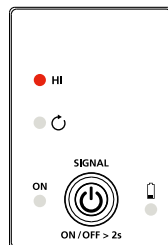

Fig. 3.1d: Senderindikator med signal i HØJ tilstand
3. HØJ signalfunktion aktiveres automatisk, når senderen tændes. Skærmen vil se ud som vist i fig. 3.1d.